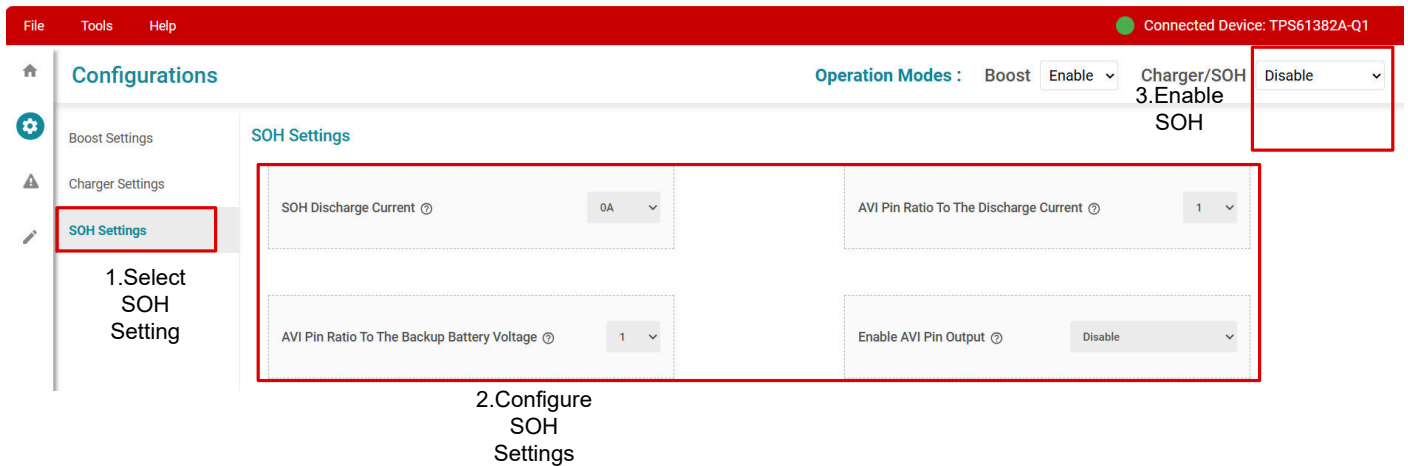

图 3-5. SOH 设置表
6. 单击 **SOH Settings** 按钮，切换到 SOH 设置表（请参阅图 3-5）。根据设计目标设置 SOH 放电电流、AVI 引脚输出比、AVI 输出等。